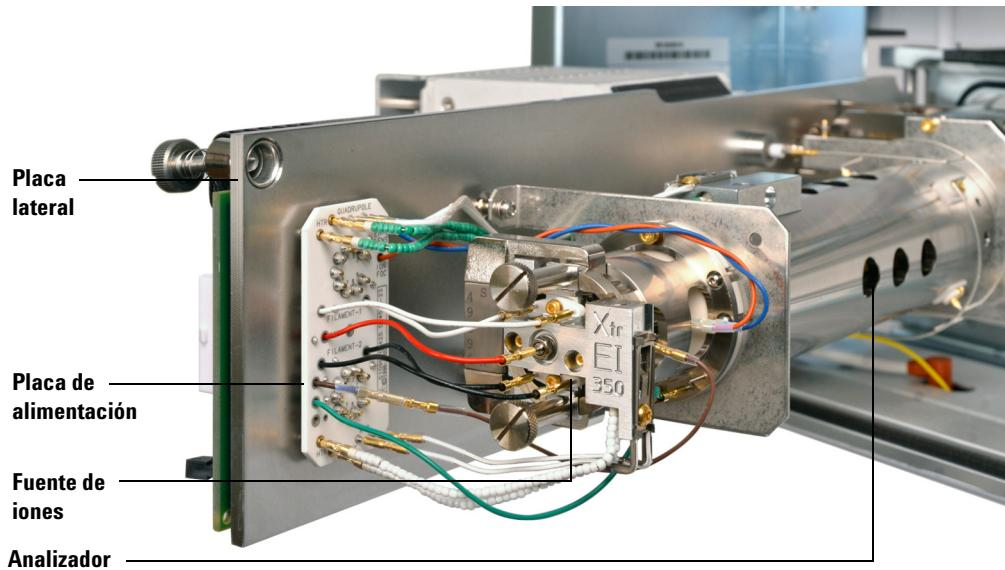

Figura 20 La cámara del analizador
- 3** Afloje los tornillos de ajuste manual de la placa lateral del analizador frontal (**Figura 20**) si están ajustados.